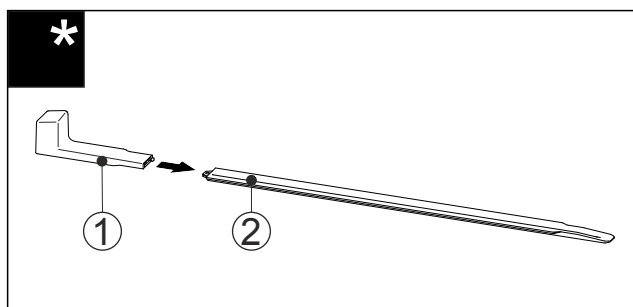

Fig. 55
- Insérer la poignée de montage Fig. 55 (1) dans le rail de nivellement Fig. 55 (2).